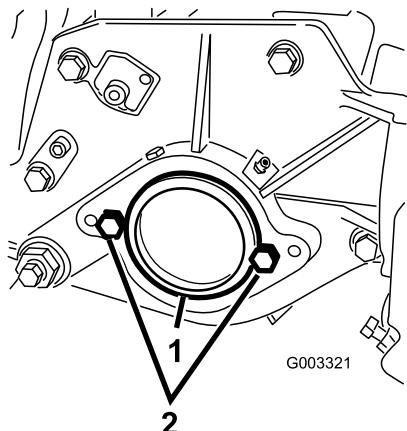

图7
- 在滚刀组右侧从轴承座中取下塑料盖 **图7**。
- 从右侧板卸下 2 个平头螺丝 (**图7**)。
- 将 2 个滚刀马达安装平头螺丝宽松地安装至滚刀组左侧板 (**图7**)。